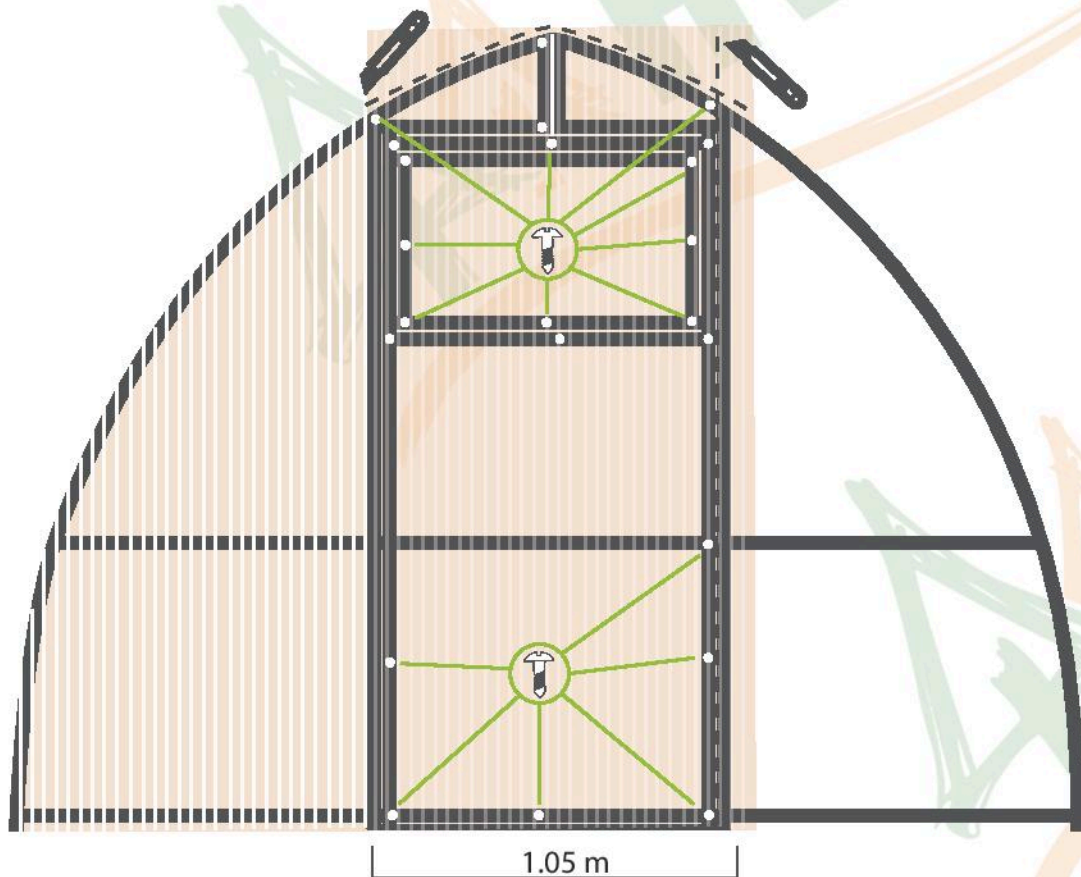

Bild 5.
5.2.5. Stellen Sie 2,3 x 1,05 m Polykarbonat Blatt auf Tür und Endwand. Glätten Sie entlang linke Seite und fixieren mit Schrauben. Beschneiden Sie Polykarbonat entlang der Bogen und mit Stirnwand der rechten Seite (Bild 5).